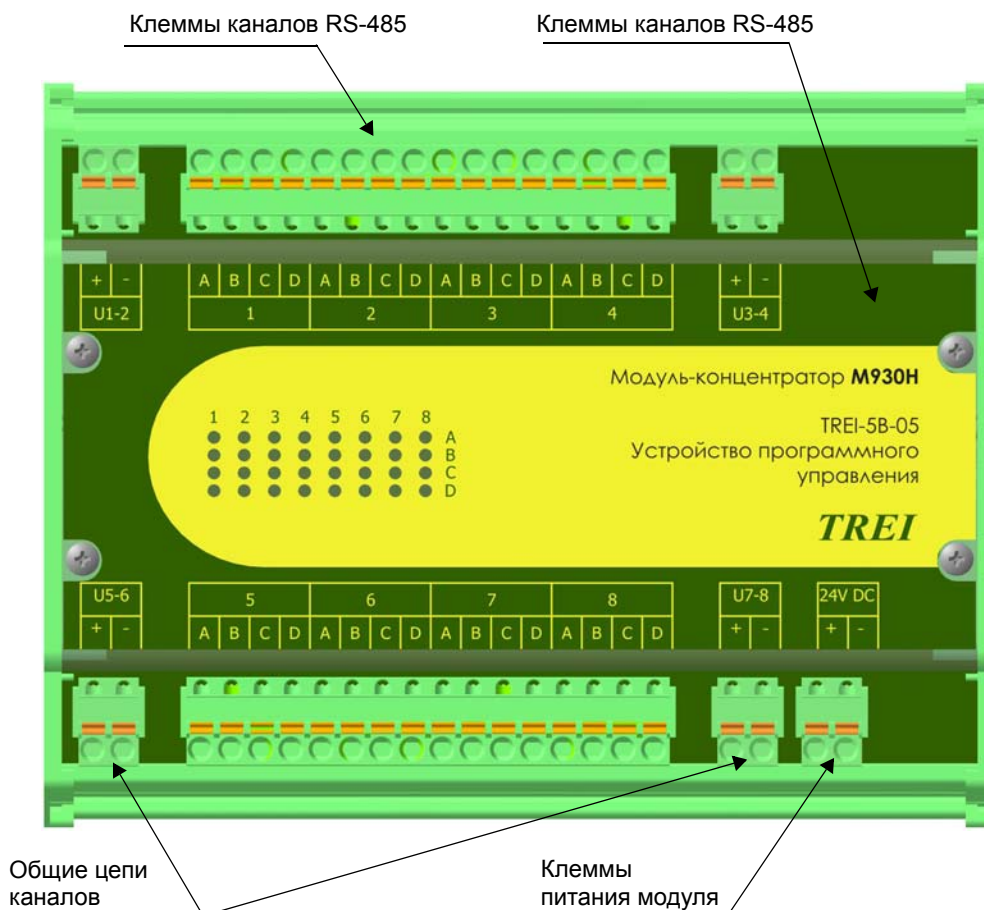

Рисунок 3 - Лицевая панель модуля-концентратора M930H
На лицевой части (см. рисунок 3) модуля-концентратора расположены следующие органы управления и индикации:
- переключатель «RATE» - установка скорости обмена данными по интерфейсу RS-485 (установлен с торца модуля см. рисунок 3);